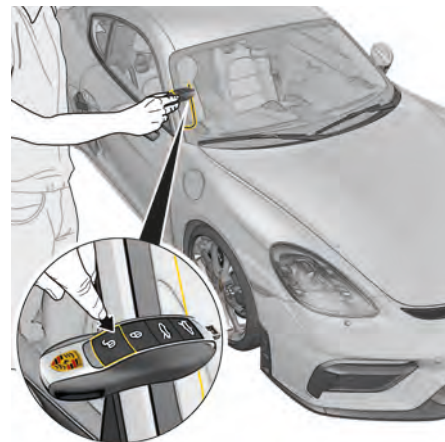

図 100：リモコンが故障した場合の緊急解除
- ▶ 助手席側のフロントガラスの外端部にキーを置き、同時に  ボタンを押してください (図 100)。